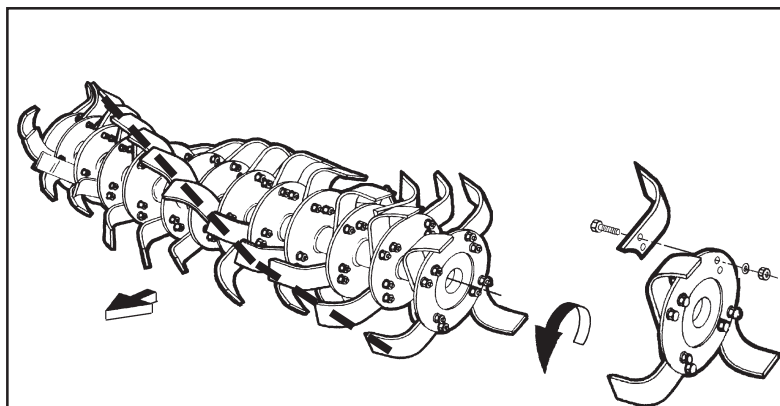

Fig. 24
Qualora durante il lavoro dovessero per cause accidentali piegarsi (o rompersi) è necessario sostituirle immediatamente avendo l'accortezza di rimontare la nuova zappetta nella identica posizione di quella da sostituire (Fig. 24).
*Remember to mount the new hoe blade in exactly the same position as the old one (Fig. 24).*
Sie sind täglich auf ihre Unversehrtheit und ihren Verschleiß-zustand zu prüfen. Sollten sie bei der Arbeit verbiegen oder zu Bruch gehen, müssen sie sofort ersetzt werden. Dabei ist zu beachten, daß man das neue Hackmesser an der gleichen Stelle montiert, an der sich das beschädigte befand (Abb. 24).
*Contrôlez tous les jours leur usure et intégrité. Lorsqu'ils se plient (ou se cassent) pendant le travail il faut les remplacer aussitôt. Le nouveau couteau devra être monté exactement dans la position de celui à remplacer (Fig. 24). S'il faut remplacer plusieurs couteaux, démontez et montez toujours un couteau à la fois, pour éviter des erreurs de position.*
Controlar todos los días su buen estado y eventual desgaste. Si durante el trabajo por eventuales accidentes se doblan o rompen es necesario sustituirlas inmediatamente prestando atención de montar la nueva azadilla en la idéntica posición de la precedente (Fig. 24).
**I bulloni che fissano le zappe devono avere la testa dalla parte delle zappe e il dado con relativa rondella dalla parte della flangia (Fig. 24).**
**Rispettare i valori delle coppie di serraggio come indicato in tabella pag. 27.** Se si devono sostituire le zappe, fare attenzione che le nuove assumano la posizione di quelle smontate (Fig. 24).
***The heads of the bolts fixing the hoe blades in place must be on the side of the hoe blades themselves, while the nut with relative washer must be on the flange side (Fig. 24).***
*If the hoe blades must be changed, remember to set the new blades in the same positions as the demounted ones (Fig. 24).*
**Die Schrauben, mit denen man die Hackmesser befestigt, müssen den Kopf auf der Seite des Hackmessers und die Mutter mit der Unterlegscheibe auf der Flanschseite haben (Abb. 24).**
Wenn man die Hackmesser ersetzen muß, darauf achten, daß die neuen in der Position der ersetzen am Hackstern angebracht werden (Abb. 24).
***Les boulons de fixation des couteaux doivent avoir la tête côté couteau et l'écrou avec la rondelle côté flasque (Fig. 24).***
*En cas de remplacement des couteaux, veillez surtout à ce que les nouveaux couteaux occupent les positions de ceux démontés (Fig. 24).*
**Los bulones que fijan las azadillas deben tener la cabeza de la parte de las azadillas y la tuerca con la relativa arandela de la parte de la brida (Fig. 24).**
Cuando sustituimos azadillas respetar la posición de las azadillas desmontadas (Fig. 24).